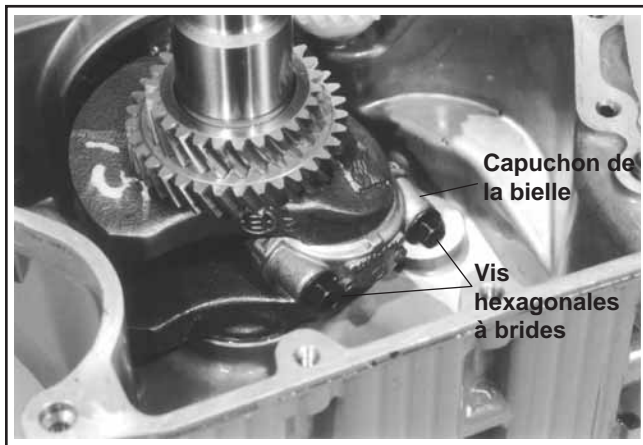

Figure 9-50. Dépose de la bielle.
1. Dépose des deux vis hexagonales et du chapeau de bielle. Voir la figure 9-50.